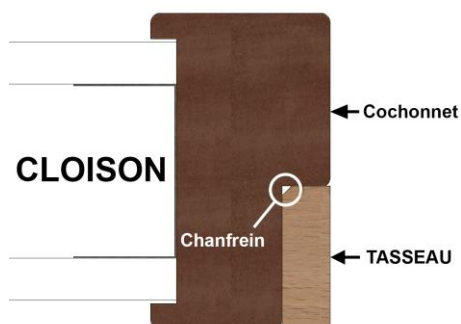

Figure 1
5.3.1.1. CAS AVEC FEUILLURE OU FEUILLURE ET CONTRE FEUILLURE SUR MONTANTS ET TRAVERSE (SECTION MINI 118x56) - figures 1 & 2 -
- **Tasseau dans feuillure/contre feuillure :** Retirer le film adhésif du double-face et positionner le tasseau d'habillage de manière à avoir le chanfrein en fond de feuillure (voir **figures 1 & 2** à la page 9).
cochonnet de la traverse de l'huissierie existante (voir **figures 1 & 2** à la page 9).
*(voir Figures 1 à 5 à la page 9)